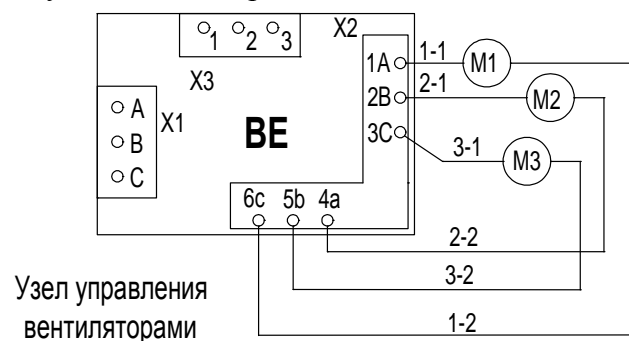
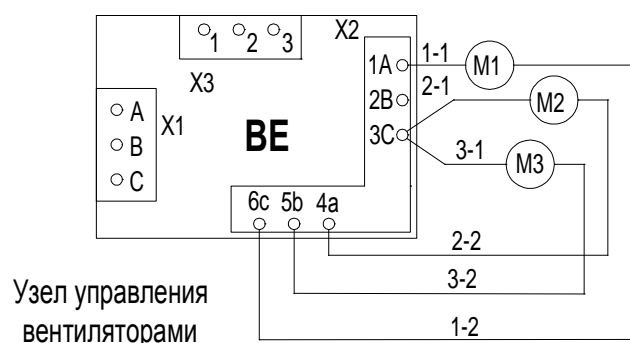

Рис. 2
Рис.3
2. Переключить провод 3-1 (от вентилятора №3) на плате управления вентиляторами из клеммы 3С – X2 (см. рис.2) в клемму 1А – X2 (см. рис.3)